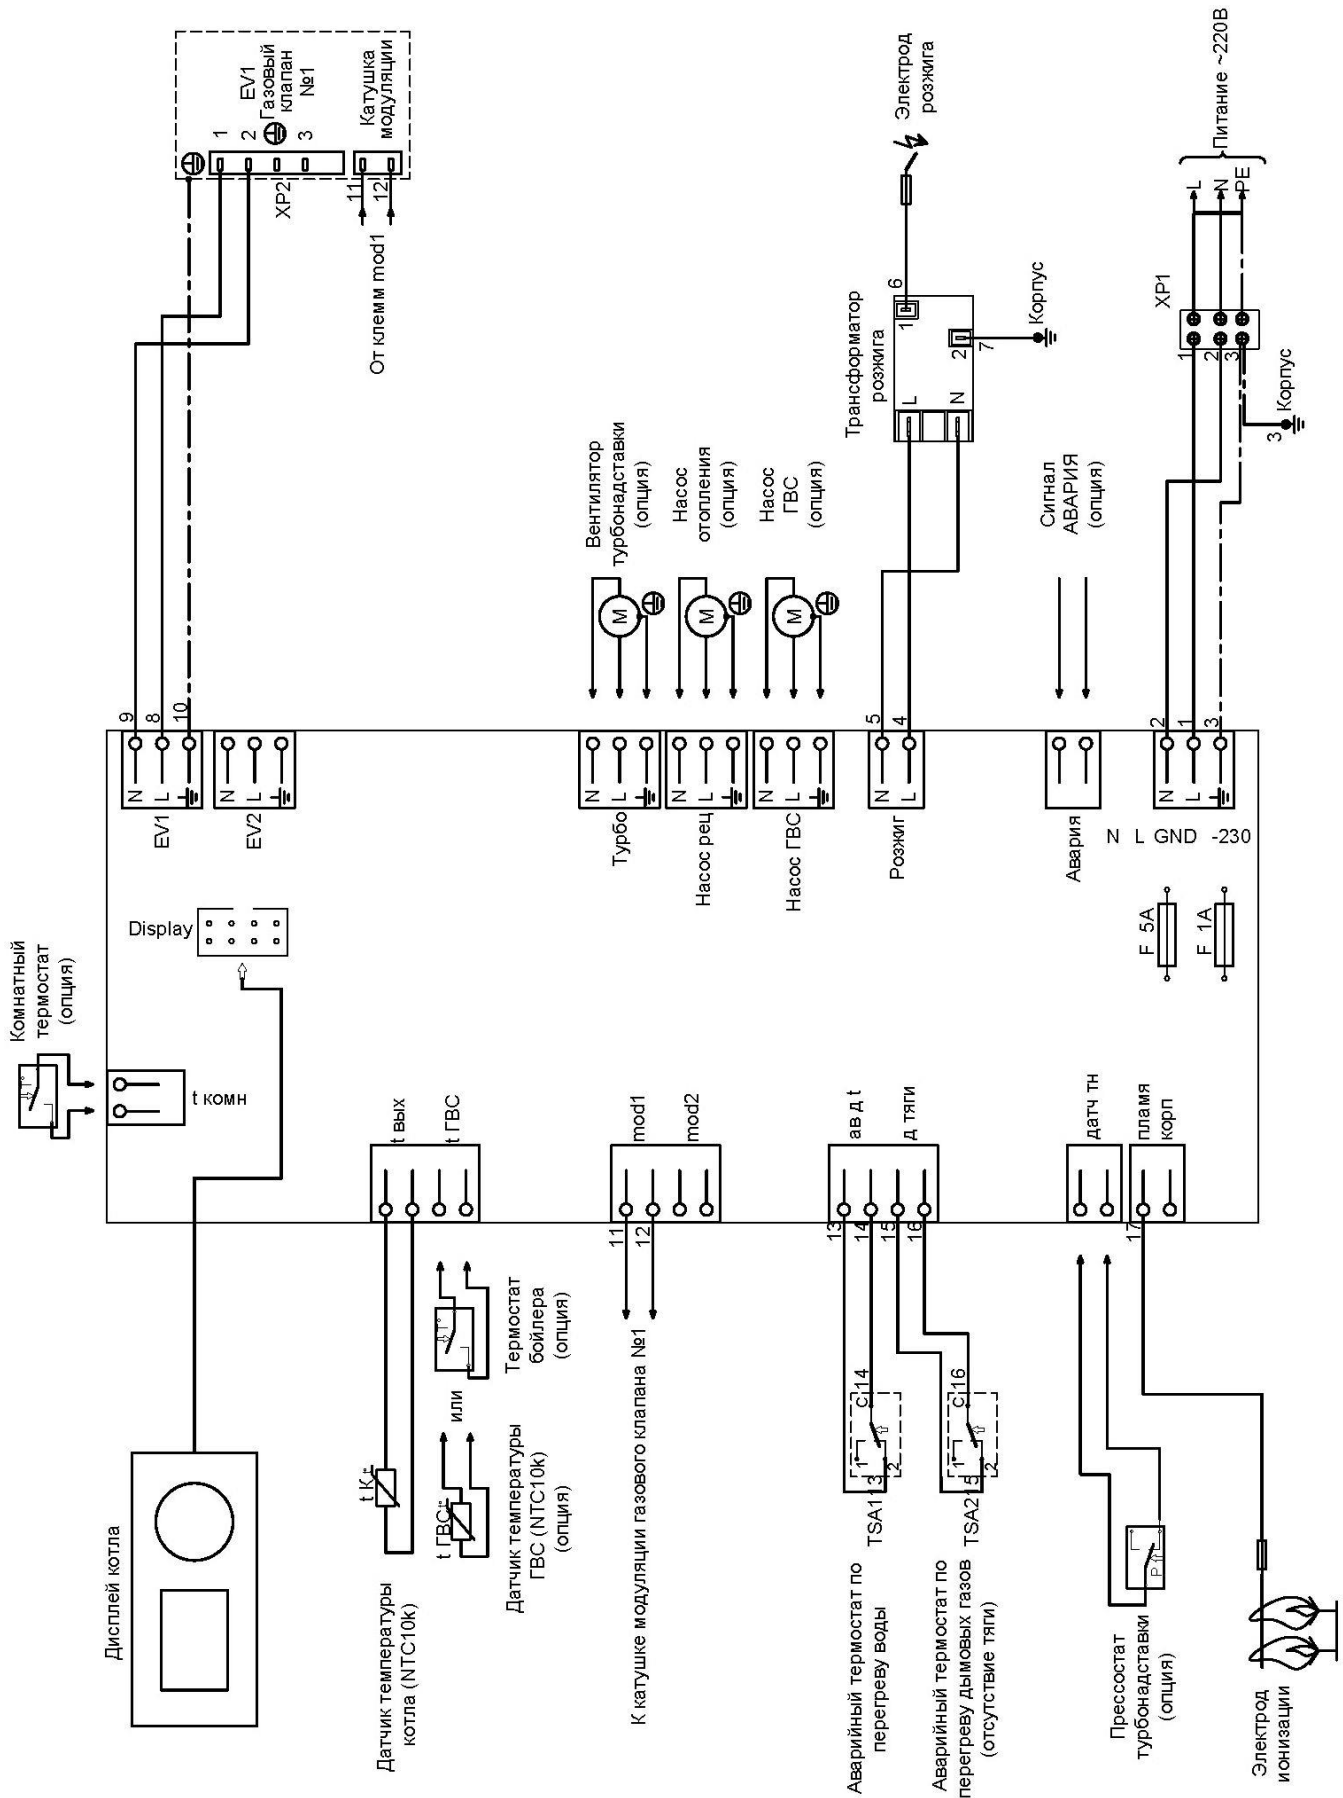

Рисунок 7. Электрическая схема котлов TITAN Z30M; Z40M; Z50M; Z60M; Z65M
- подсоедините провода термостата накопительного бойлера горячего водоснабжения в соответствии с электрической схемой (Рис.7,8);